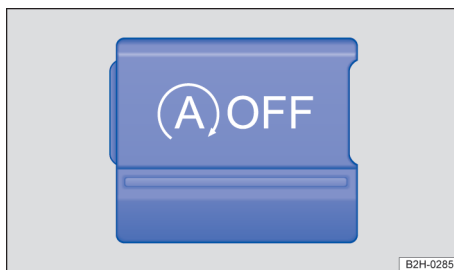

Fig. 97 No console central: botão do sistema Start-Stop.
- Pressionar o botão  no console central, para desativar o sistema manualmente. Quando o sistema Start-Stop estiver desativado, a luz de controle se acende no botão → Fig. 97.
- Pressionar o botão  no console central novamente, para reativar o sistema de modo manual → Fig. 97.